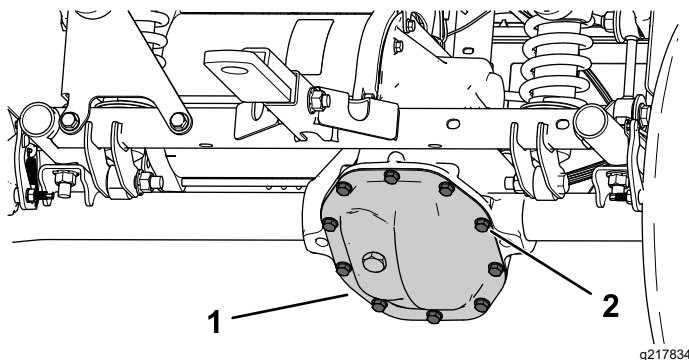

Figura 52
1. Allineate una bacinella di spurgo sotto la protezione del transaxle (Figura 52).
2. Rimuovete i bulloni dalla protezione del transaxle e spurgate completamente il fluido (Figura 52).